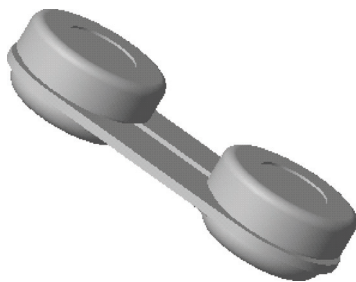

图 11-89 打开模型文件
STEP 01 单击快速访问工具栏中的“打开”按钮，打开模型文件，如图 11-89 所示。